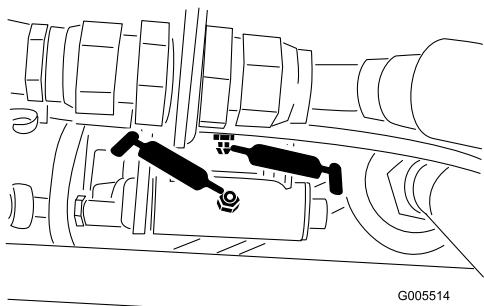
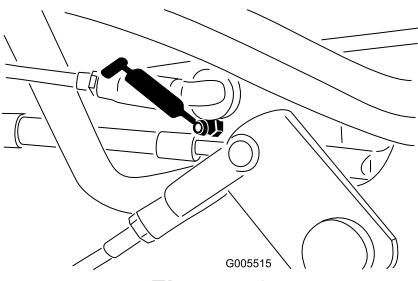

Figura 45
Figura 46
- Tiranteria del selettori di velocità (Figura 45 & Figura 46)